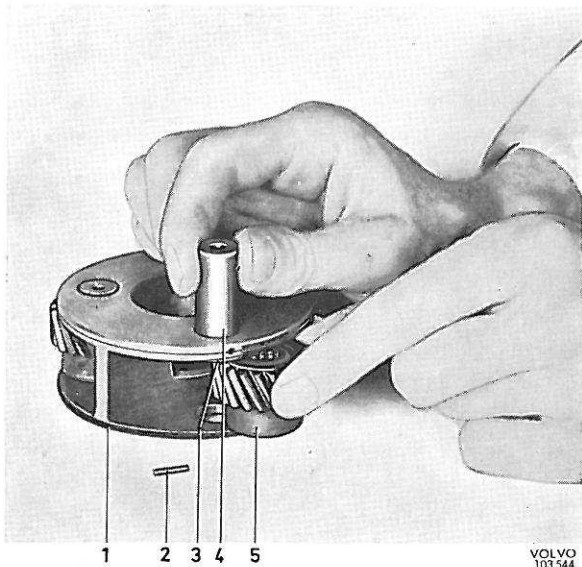

Figure 31. Remontage des satellites, I
1. Remettre les aiguilles et les rondelles entretoises dans les roulements à aiguilles. Réassembler le porte-satellites, les axes de satellites, les rondelles et les satellites, voir figure 31. Mettre de nouvelles goupilles de verrouillage.